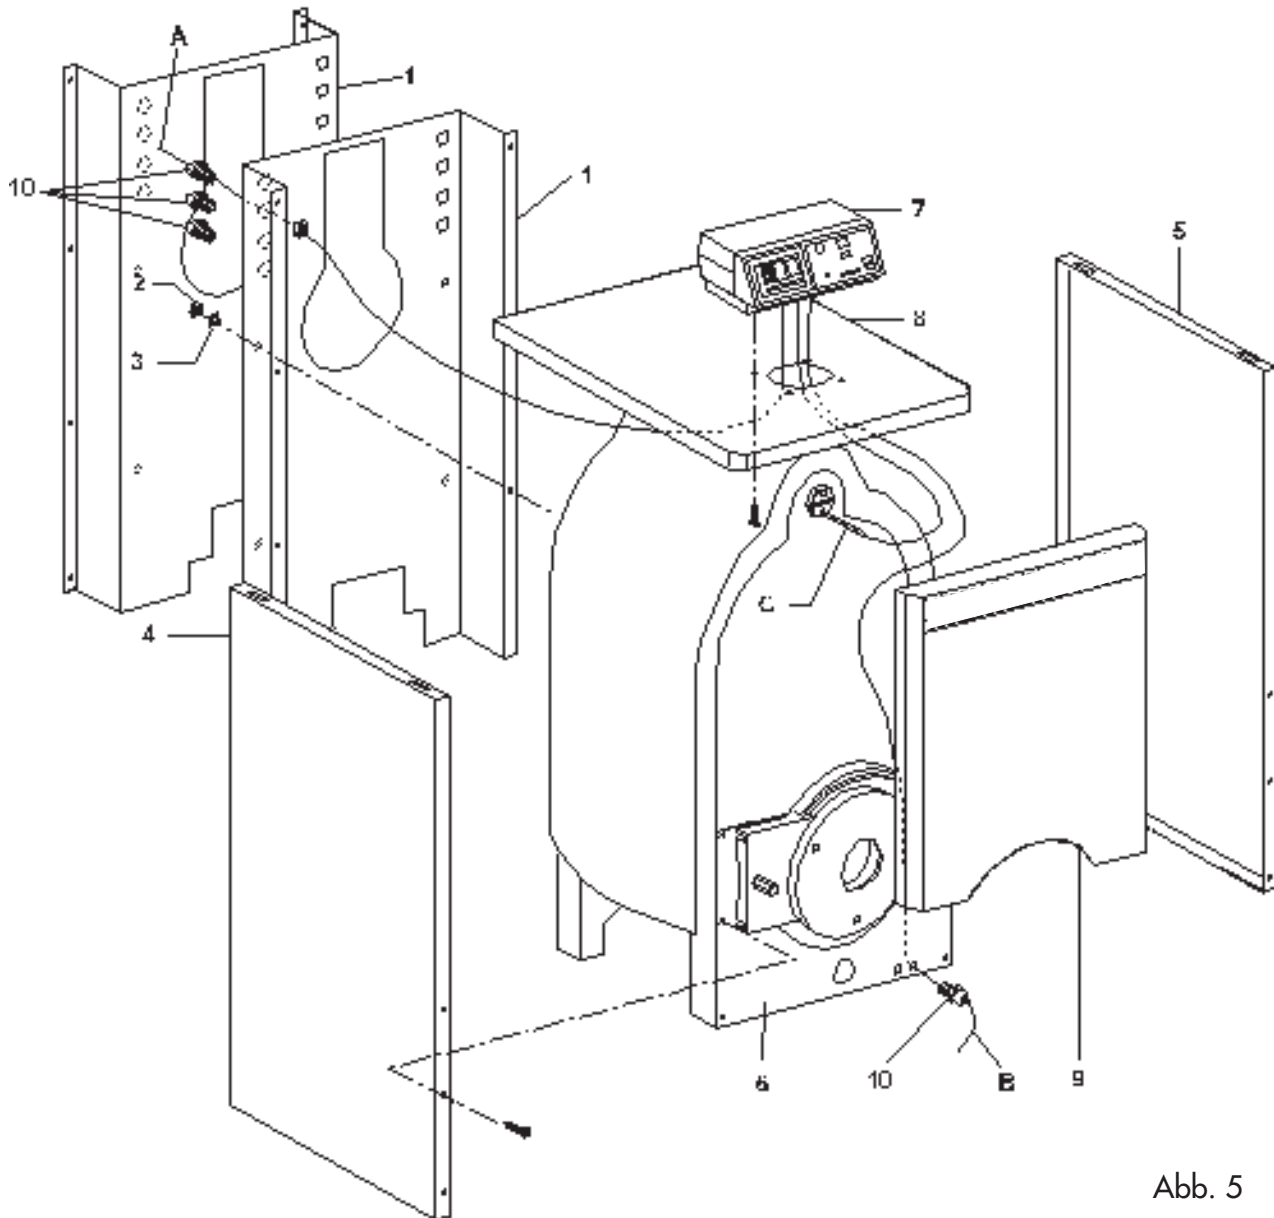

Abb. 5
- 4) Die verschiedenen Kabel durch Öffnung führen und Instrumententafel 7 an Deckel 8 befestigen. Vor dem Einbau des Deckels an den Kessel, das Speisekabel A und das Brennerkabel B durch die entsprechenden Öffnungen durchführen und mit Kabelbinder 10, das mit dem Schaltbrett geliefert wird festziehen. (Abb. 5).
- 5) Die eventuellen Fühler C in die entsprechenden Schachte einführen. (Abb. 5).
- 6) Nach Beendigung der vorgeschrieben Arbeitsschritt die Frontalhaube 9 an Kessel anbauen (Abb. 5).